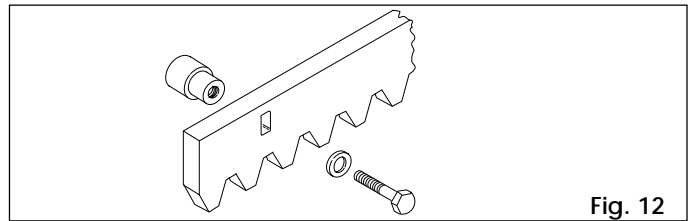

Fig. 12
4.4.1. WELD-ON STEEL RACK (Fig. 12)